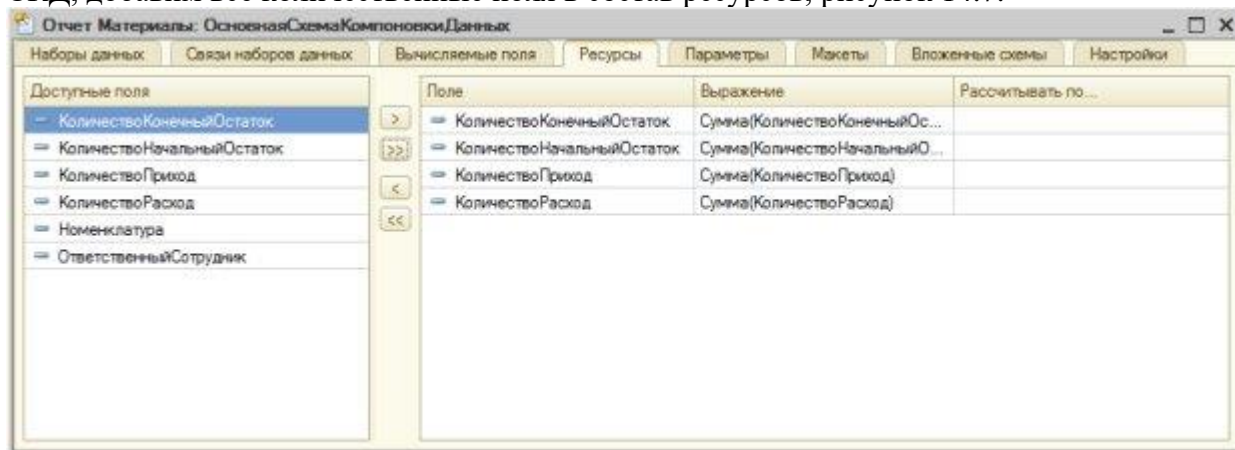

Рисунок 14.7 - Настройка состава ресурсов
18. Наждем ОК в окне конструктора запроса, перейдем на закладку Ресурсы окна редактора СКД, добавим все количественные поля в состав ресурсов, рисунок 14.7.